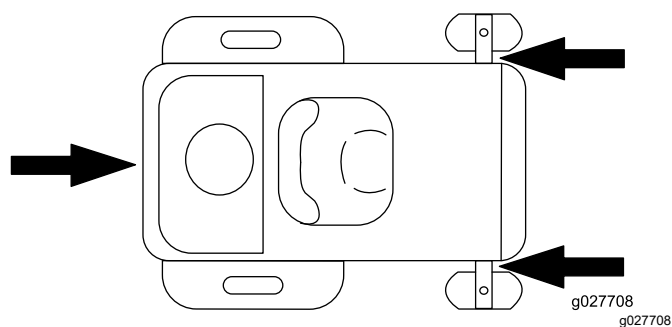

Рисунок 33
6. С помощью строп, цепей, тросов или канатов закрепите машину в точках, расположенных рядом с передними поворотными колесами и на задней части рамы (Рисунок 33). Изучите местные нормативные документы по требованиям к креплению оборудования.